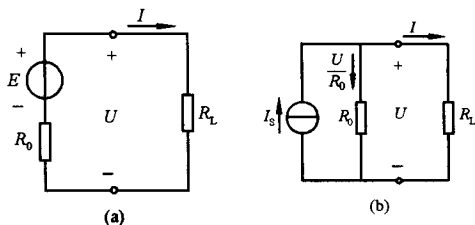

图 1.2
(1) 电压源: 电压源模型如图 1.2(a) 所示。图中,  $E$  为电源电动势,  $R_0$  为电源内阻,  $U$  为电源端电压,  $R_L$  为负载电阻,  $I$  为负载电流, 可得
(2) 电流源: 电流源模型如图 1.2(b) 所示, 则有